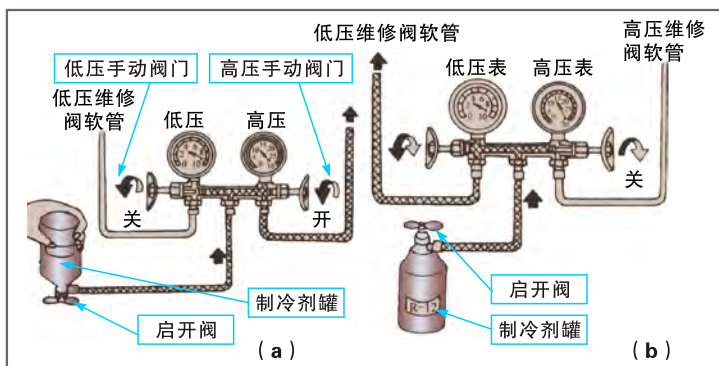

图8-17 制冷剂的充注
⑤ 在处理制冷剂容器时应注意
⑥ 在A/C运转中和补充气态制冷剂时应注意
- b. 如果高压侧的阀被打开，则制冷剂就以相反的方向流动，从而会导致维修罐破裂。因此只应打开和关闭低压侧的阀。（如图8-17）